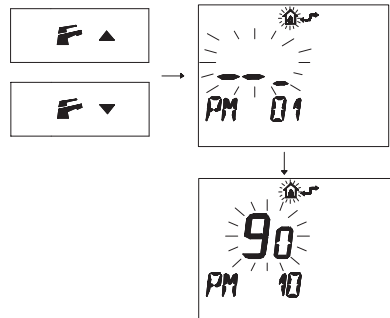

Fig. 5.91
- Premere i pulsanti  o  per visualizzare la programmazione "PM10" selezione della frequenza di accensione (Fig. 5.91).
Nella Fig. 5.91 si visualizza un SET programmato di **90** corrispondente ad un tempo di riaccensione di 3 minuti circa. Il campo di regolazioni è da 0 a 8 minuti e mezzo.